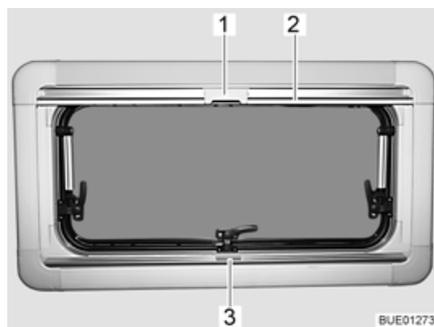

Bild 100 Ausstellfenster
- faltverdunklung in der Mitte der Griffleiste (Bild 100,3) fassen, von unten nach oben ziehen und auf der gewünschten Höhe loslassen. Die faltverdunklung bleibt in dieser Höhe stehen.
- Insektenschutzrollo an der Griffleiste (Bild 100,2) nach unten ziehen, bis es an der Griffleiste der faltverdunklung (Bild 100,3) anstößt.
- Raste (Bild 100,1) am Insektenschutzrollo mit der Griffleiste der faltverdunklung verriegeln.
- Raste (Bild 100,1) am Insektenschutzrollo oben nach hinten drücken.
- Insektenschutzrollo an der Griffleiste (Bild 100,2) langsam zurückführen.